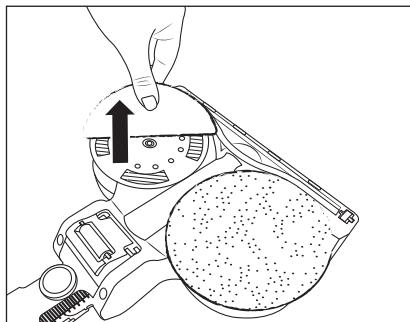

Fig. 18
- ◆ Per rimuovere un panno lavapavimenti ④ dall'accessorio lavapavimenti ③, afferrarlo con le dita ed estrarlo dall'accessorio lavapavimenti ③ tirandolo verso l'alto (vedere fig. 18).